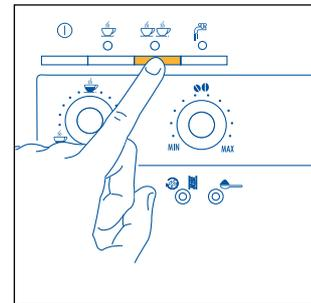

Abb. 13
- 5) Zur Zubereitung eines Kaffees die Taste  (Abb. 12) drücken. Zur Zubereitung von 2 Kaffees die Taste  drücken (Abb. 13). *Nun beginnt die Kaffeemaschine, die Kaffeebohnen zu mahlen, es erfolgt ein kurzes Vorbrühen und schließlich die Kaffeeausgabe in die Tasse. Sobald die voreingestellte Kaffeemenge ausgegeben worden ist, unterbricht die Kaffeemaschine automatisch die Ausgabe und wirft den Kaffeesatz in den Kaffeesatzbehälter.*
HINWEIS 4: Während der Kaffeezubereitung kann die Kaffeeausgabe jederzeit abgebrochen werden, indem Sie die vorab angewählte Taste  (Abb. 12) oder  (Abb. 13) drücken.
HINWEIS 5: Wenn Sie nach abgeschlossener Kaffeeausgabe mehr Kaffee in der Tasse haben möchten, einfach die vorab gewählte Taste  (Abb. 12) oder  (Abb. 13) gedrückt halten, bis die gewünschte Menge erreicht wird (dieser Vorgang muss innerhalb von 3 Sekunden nach abgeschlossener Kaffeeausgabe durchgeführt werden).